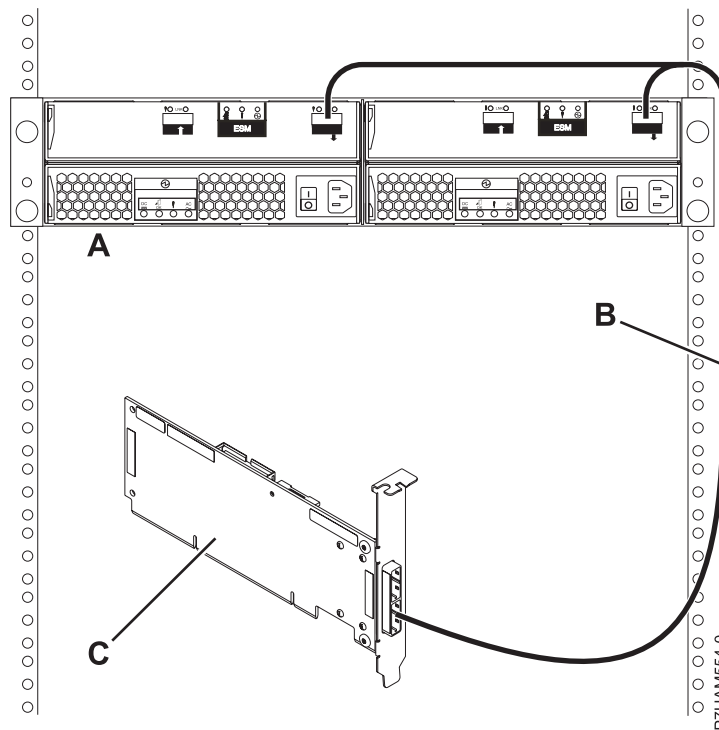

Figura 29. Connexió d'un allotjament d'unitat de disc 5886 en un sol adaptador SAS utilitzant un cable YO
5. Realitzeu la connexió d'un allotjament d'unitat de disc 5886 en un sol adaptador SAS utilitzant un cable YO tal com es mostra a la Figura 29.